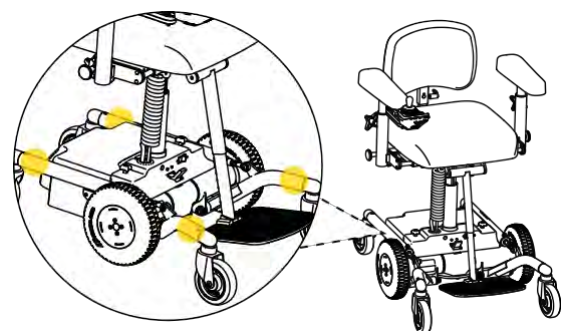

Fig. 3.3 Punti di presa adeguati per il sollevamento.
- Il sollevamento deve essere effettuato da due persone. Le maniglie adatte si trovano nella parte anteriore sulle gambe anteriori del telaio e nella parte posteriore sulle gambe posteriori del telaio, vedere la Fig. 3.3.